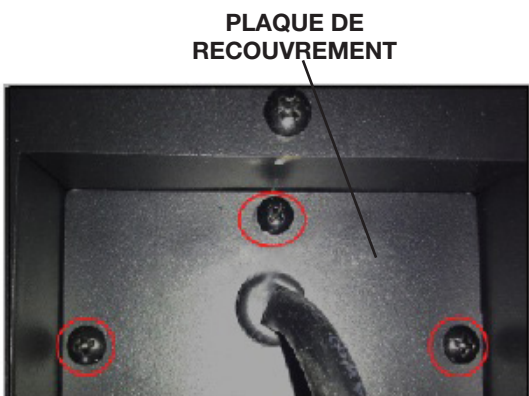

FIG. 1
- A. Retirez la plaque de recouvrement située sur le côté droit de l'appareil par retirer les 3 vis (FIG. 1).